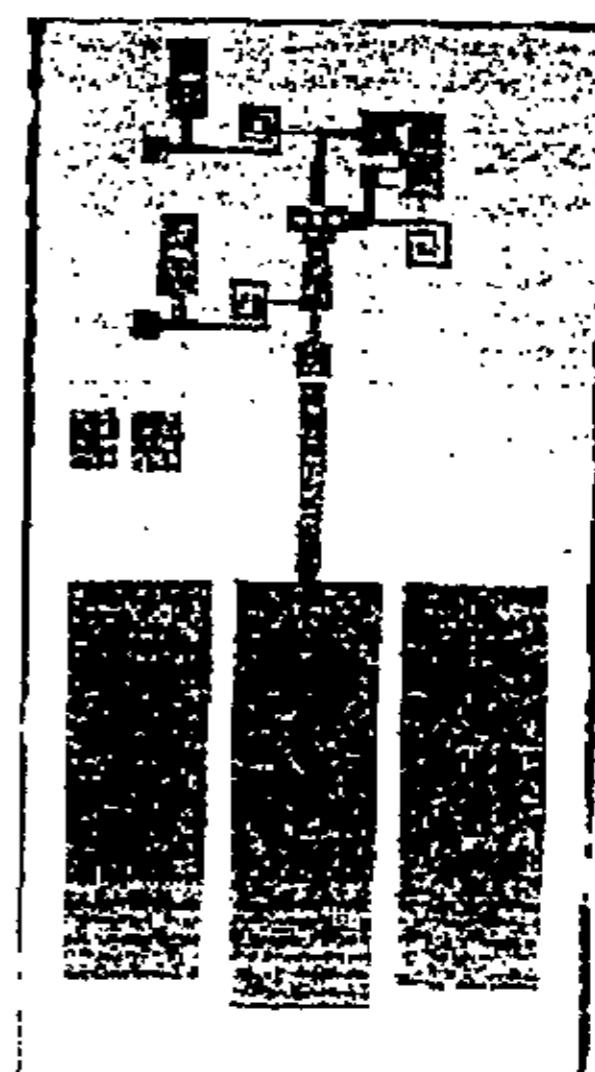

图 9 Ku 波段 MEMS 振荡辐射天线照片
3、单片 MEMS 振荡辐射天线的振荡器与微型天线制作在一个砷化镓衬底上（照片见图 9），芯片面积为  $1.5 \times 3.0 \text{ mm}^2$ 。有关性能正在测试中。